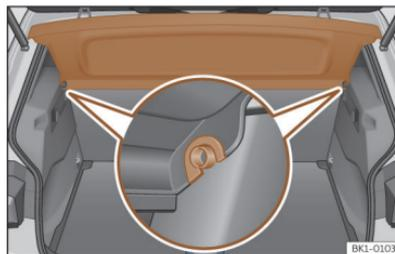

Fig. 169 En el maletero: desmontar y montar la bandeja.
- Desenganche la bandeja de los soportes laterales >>> **fig. 169** tirando de ella hacia arriba y extraiga la bandeja.
- Introduzca la bandeja horizontalmente haciendo coincidir la "herradura" sobre el eje de los soportes >>> **fig. 169**, y presione hacia abajo hasta que encastre.